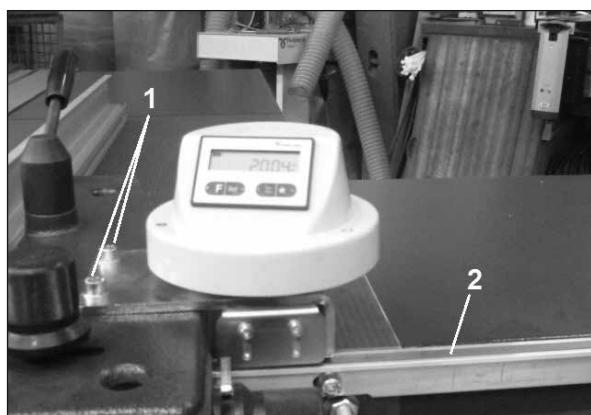

Fig.25
Plaats het alu-profiel (2) met de magneetstrip op 1 mm onder het tafeloppervlak. (fig 25)